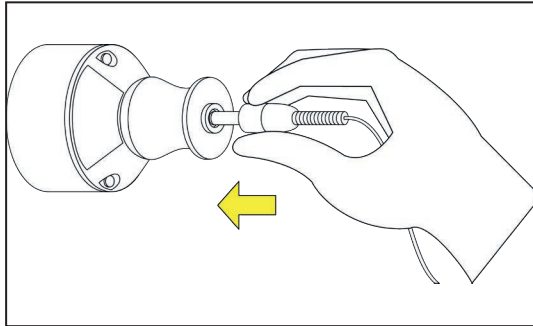

Figura 12. Enchufando el conector de alimentación al módulo de energía.
**PASO 1.** Enchufe el conector del adaptador CA en la abertura del módulo de energía. Ver la Figura 12.